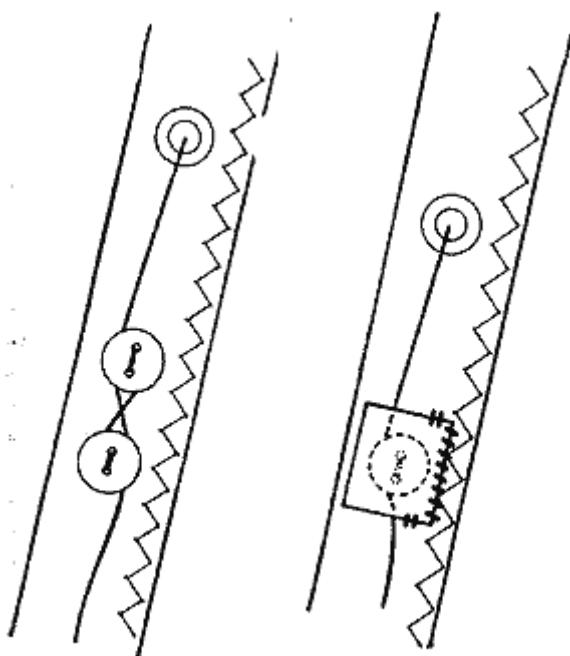

Рис. 26. Пуговицы для крепления булиння
**Пуговицы для булиння.** Крепление булиння часто затруднительно и требует установки дополнительных люверсов в парусе, через которые вяжется конец булиння. В начале 60-х годов я предложил применять для крепления нижнего конца булиння пуговицы. Эти пуговицы'могут служить как бы уткой для булиння. Самое простое — пришить пластмассовые пуговицы. Но они ломаются, поэтому кожаные или резиновые лучше. Большие паруса должны быть снабжены двумя пуговицами — одна выше другой, так, чтобы булинь закрепить на них восьмеркой. Для грота это неплохо, но на стакселях нужно нашить маленький клапан, закрывающий пуговицу так, чтобы она не оборвалась, когда стаксель цепляется за ванты или такелаж на мачте при поворотах. Сделать его нужно из умеренно жесткой парусины и пришить вдоль своей передней кромки (рис. 26).